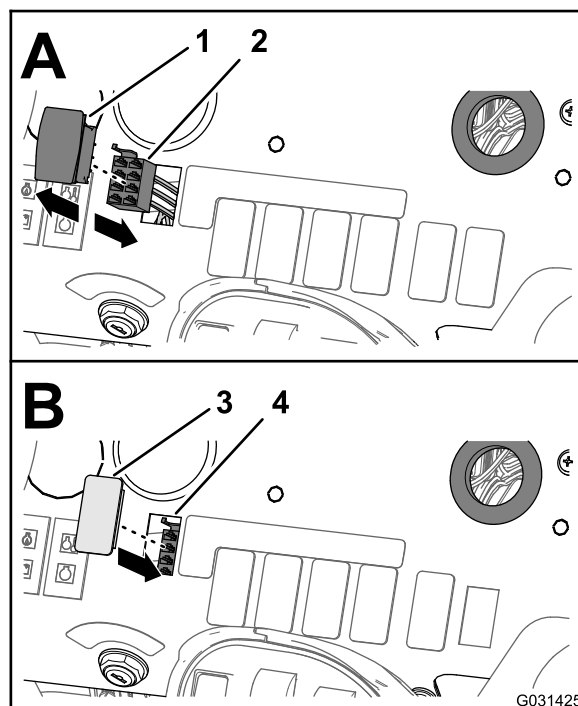

Figura 30
- Desde debajo del salpicadero de la máquina, apriete las pestañas de bloqueo del interruptor de control de caudal, y saque el interruptor de control de caudal del salpicadero (Figura 30).
- Desconecte el conector hembra de 8 vías del arnés delantero de la máquina (etiquetado **Rate Switch** (interruptor de caudal) del conector de 8 pines del interruptor (Figura 30).
4. Alinee el tapón del interruptor con el orificio del salpicadero de donde retiró el interruptor de caudal (Figura 30).
5. Inserte el tapón del interruptor en el salpicadero hasta que el tapón encaje firmemente en el panel (Figura 30).